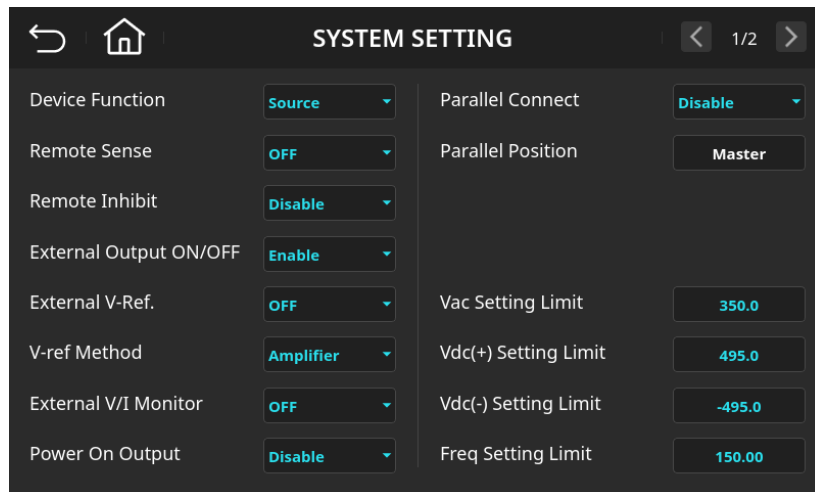

图 6-5 系统功能设定页面(External Output ON/OFF =Enable)
2. 选择 "Enable" 后，远端控制输出功能即启用，如图 6-5。